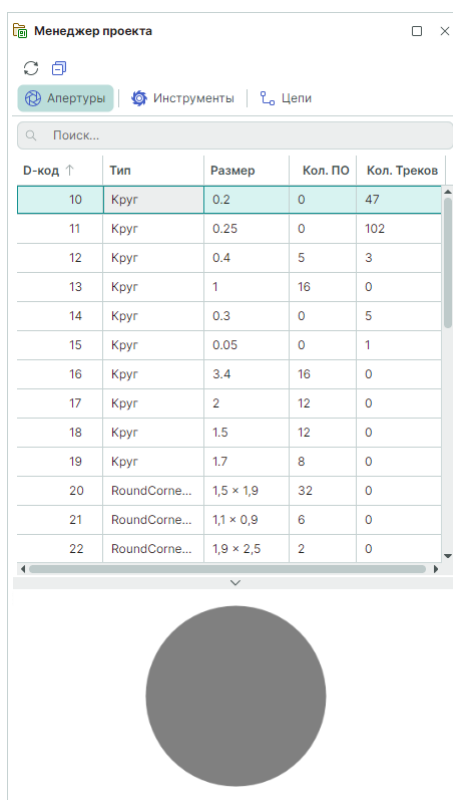

Рис. 34 Вкладка «Апертуры»
1. Вкладка «Апертуры» отображает перечень апертур, используемых в проекте производства, см. Рис. 34.